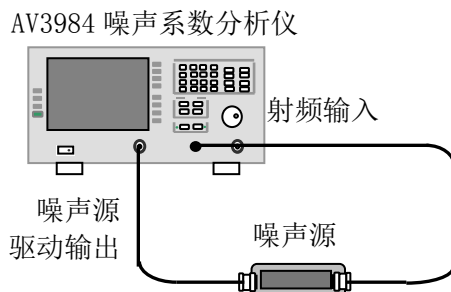

图 10-7 本机噪声系数测试框图
- 1) 如图 10-7 所示连接测试设备，开机预热 30min。